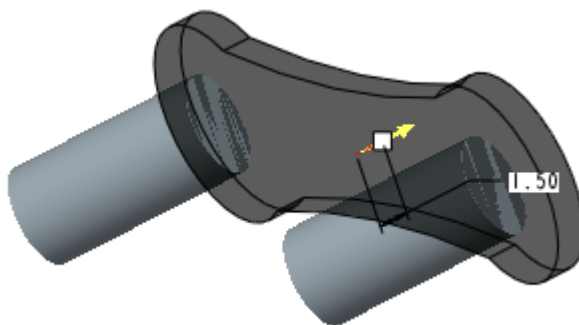

图 55-9
- (4) 单击  按钮，完成拉伸截面的绘制，返回特征操控板，调整特征生成方向为如图 55-9 所示。